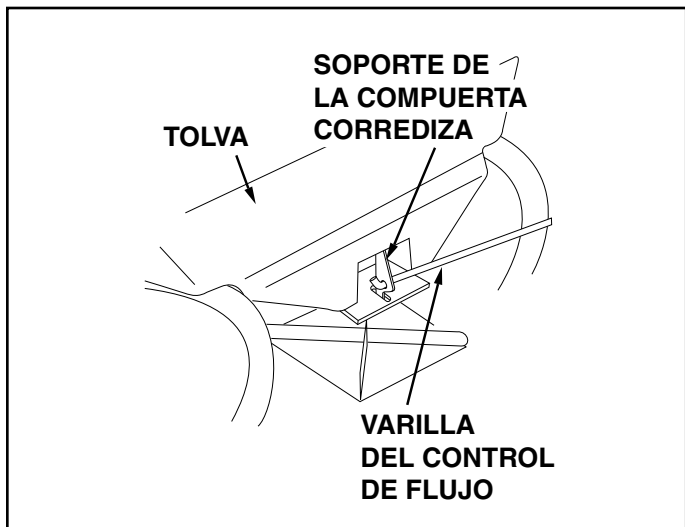

FIGURA 9
18. Enganche el extremo libre de la varilla del control de flujo a través del orificio en el soporte de la compuerta corrediza ubicado cerca del fondo de la tolva. Véase la Figura 9.